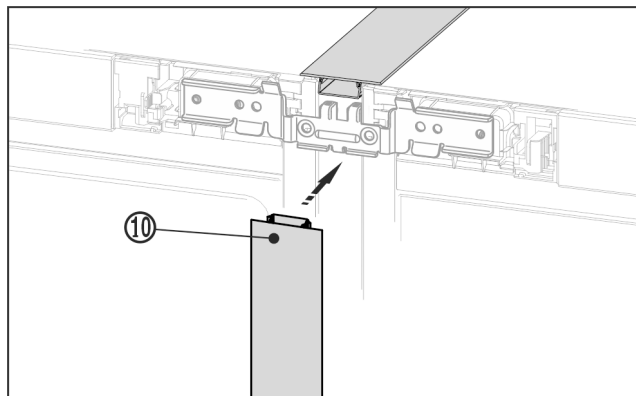

Fig. 23
- ▶ Na přední straně zatlačte dlouhou krycí lištu Fig. 23 (10) do svislé spáry. Dbejte na to, aby lišta stála na spojovacím plechu.